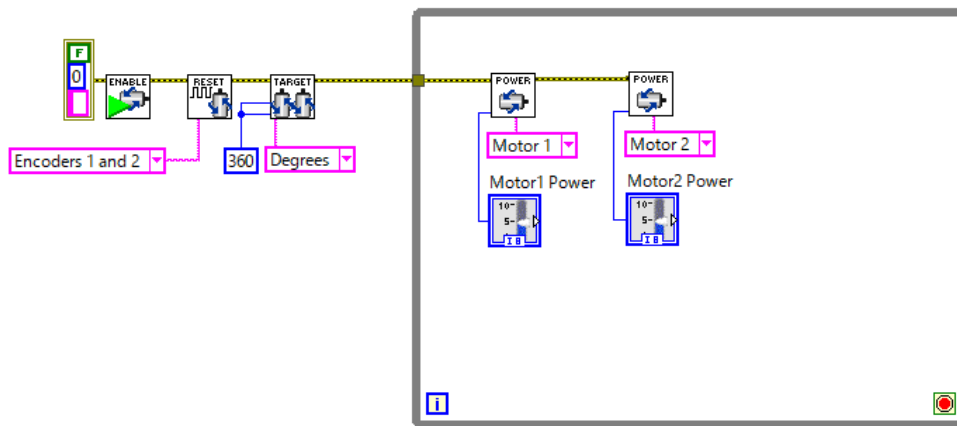

図 13 モータの制御部分の追加
- (11) 1つ目のモータの制御部分を作成する。「Motor_Expansion_Controller」から「TETRIX Set Motor Power」ブロックを選択して While ループ内に追加する。
- (12) 「TETRIX Set Motor Target(s)」ブロックの「Error/Flow Out」端子と「TETRIX Set Motor Power」ブロックの「Error/Flow In」端子を接続する（図 13 参照）。
- (13) 「TETRIX Set Motor Power」ブロックの「Select Channel」端子に定数ブロックを追加し、「Motor 1」を選択する。また、「Power(-100 to 100)」端子を右クリックして「作成」→「制御器」を選択する。
(14) 2つ目のモータについても同様に制御部分を作成する（図 13 参照）。
ここまでのプログラムの様子を図 13 に示す。